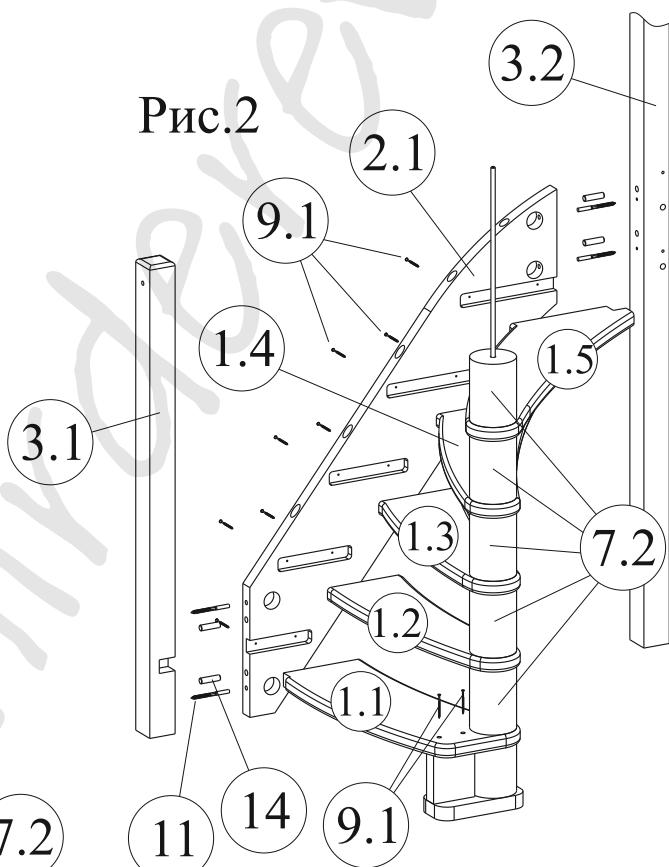

Рис.2
2. Соединить тетиву (2.1) со столбами (3.1) и (3.2) при помощи шкантов (14) и сантехнических болтов (11). Надеть на штангу ступень (1.1) и вставить противоположный ее край в паз тетивы. Затем надеть на штангу втулку (7.2). Установить таким образом ступени (1.1-1.5) (как показано на рис.2). Притянуть ступени к тетиве саморезами L=70мм (9.1). Притянуть ступень (1.1) к опоре (8) саморезами L=70мм (9.1).